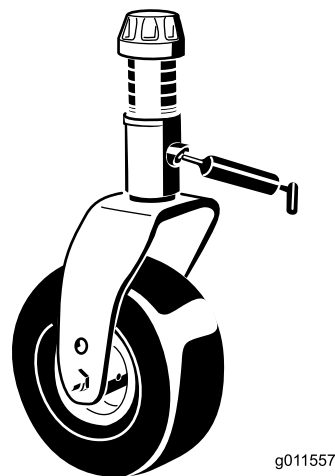

Figura 42
- Um casquilho de eixo da forquilha da roda giratória (Figura 42)